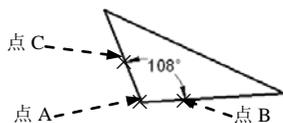

图 8.3.13 根据三个点标注角度
4. 根据三个点标注角度 (图 8.3.13)
Step2. 选择下拉菜单 **标注 (D)** → **角度 (A)** 命令。
Step4. 在系统指定角的顶点: 的提示下, 选取图 8.3.13 所示的点 A 作为角的顶点。
Step5. 在系统指定角的第一个端点: 的提示下, 选取图 8.3.13 所示的点 B 作为角的第一个端点。
Step6. 在系统指定角的第二个端点: 的提示下, 选取图 8.3.13 所示的点 C 作为角的第二个端点。